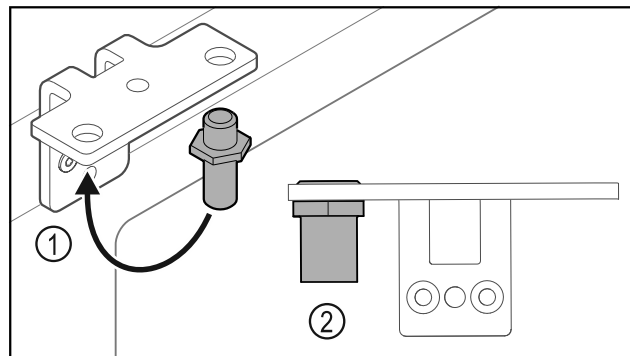

Fig. 21
- Bolzen Fig. 21 (1) im Scharnierwinkel umsetzen.
- Bolzen Fig. 21 (2) mit **Drehmoment von 12 Nm** anziehen.